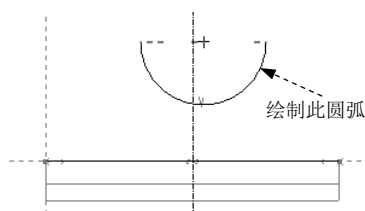

图 3.1.39 绘制圆弧
④ 绘制大概轮廓。
c) 绘制圆弧。单击“圆弧”命令按钮 中的 , 绘制图 3.1.39 所示的圆弧。